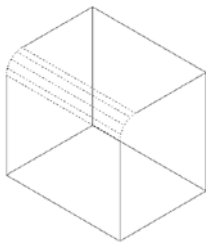
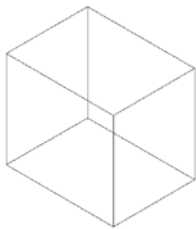

图 11.57 选择删除面
图 11.58 删除面
(2) 选择【修改】/【实体编辑】/【删除面】命令。
(3) 选择删除面，如图 11.57 所示，并按回车键。
(4) 命令行提示“【拉伸(E)/移动(M)/旋转(R)/偏移(O)/倾斜(T)/删除(D)/复制(C)/颜色(L)/材质(A)/放弃(U)/退出(X)】<退出>:” 按回车键。
(5) 命令行提示“输入实体编辑选项【面(F)/边(E)/体(B)/放弃(U)/退出(X)】<退出>按回车键。偏移后的效果如图 11.58 所示。